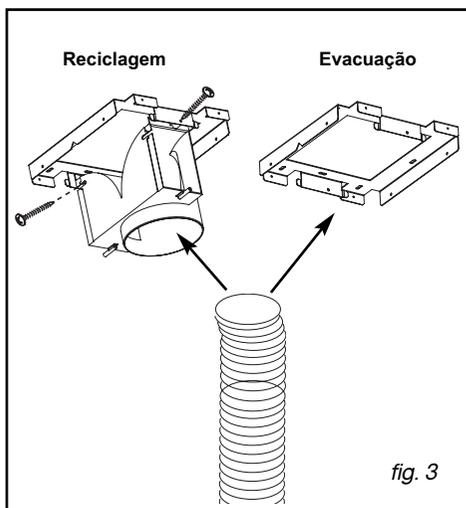

fig. 3
- Se o exaustor estiver no modo de reciclagem, fixe o deflector no suporte de tecto com os 2 parafusos fornecidos (fig. 3 reciclagem).